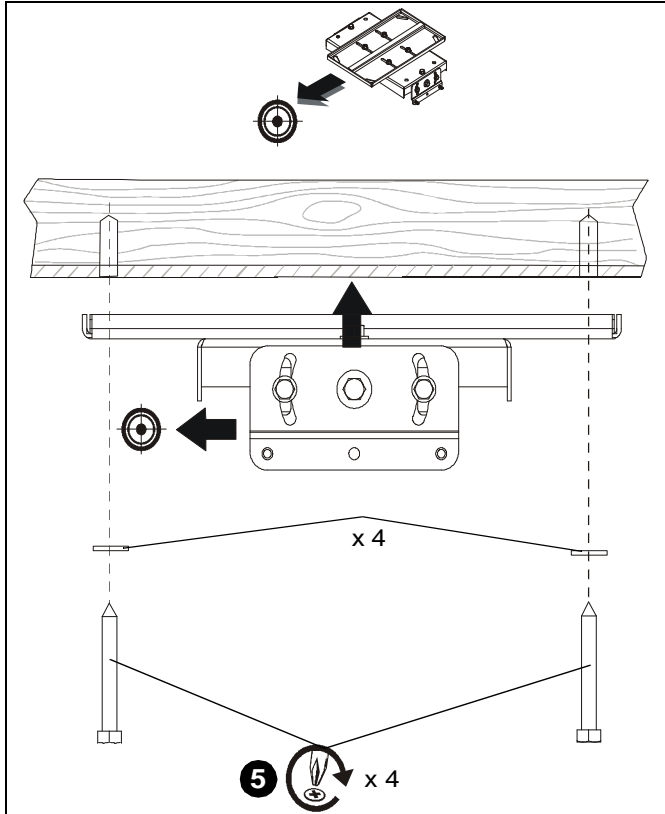

Figure 4
- Alignez les quatre trous de montage dans le LPK1 sur les quatre avant-trous. (voir la Figure 4)
- Fixez le LPK1 sur la structure à l'aide de quatre rondelles plates de 5/16" et de quatre boulons tire-fond à tête hexagonale de 5/16" x 2-1/2" (non fournis). (voir la Figure 4)